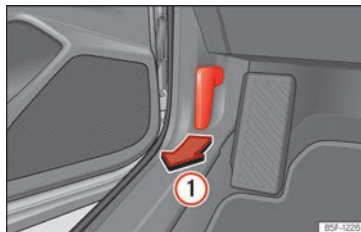

Abb. 206 Entriegelungshebel im Fahrerfußraum.
- Öffnen Sie die Tür und ziehen Sie an dem Hebel unterhalb der Schalttafel >>> **(Abb. 206) ①**.